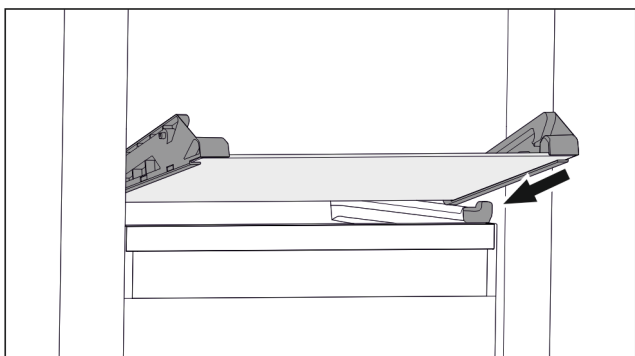

Fig. 71 Sklenená doska sklopnej zásuvky
- ▶ Nasadte sklenenú dosku šikmo za zarážkami. (pozri Fig. 71)